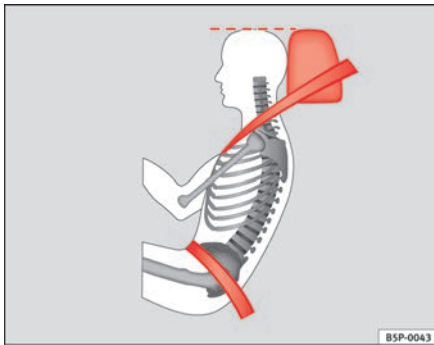

Abb. 13 Richtiger Gurtbandverlauf und richtige Kopfstützeinstellung von der Seite betrachtet
- Der Beckengurteil des Sicherheitsgurtes muss vor dem Becken verlaufen und niemals über dem Bauch. Der Sicherheitsgurt muss flach und fest am Becken anliegen ⇒ **Abb. 13**. Ziehen Sie das Gurtband gegebenenfalls etwas nach.